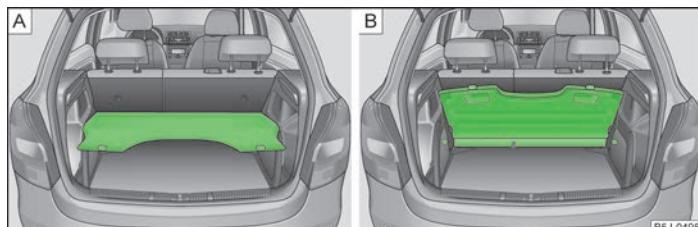

Fig. 48 Cubierta del maletero: en la posición inferior/montada detrás de los asientos traseros
- en la posición inferior sobre los elementos de apoyo » fig. 48 - -
- detrás de los asientos posteriores » fig. 48 - .
En esta posición »fig. 48 - A la cubierta del maletero está prevista para guardar pequeños objetos de hasta 2,5 kg de peso.